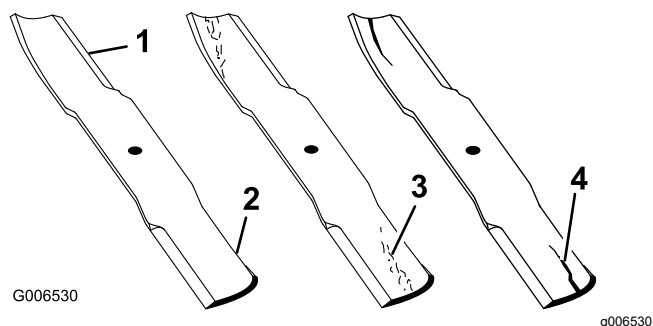

Figure 79
1. Examinez le tranchant des lames (Figure 79).
- Remplacez immédiatement toute lame fendue, usée ou qui présente une entaille sur cette partie (Figure 79).